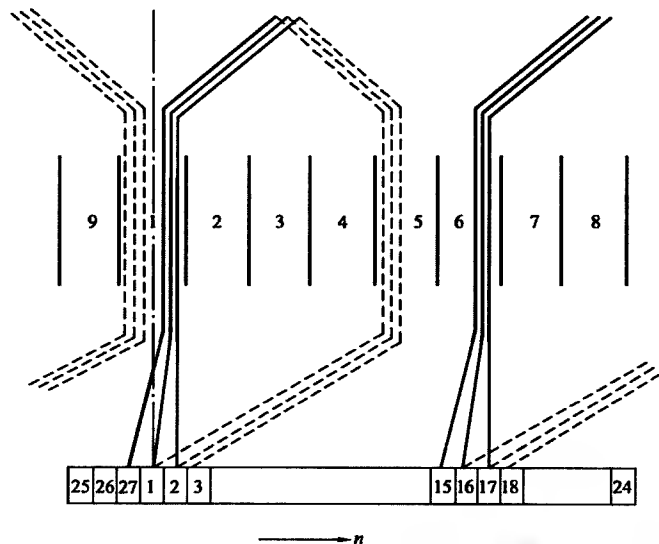

图 5-14 $\phi 56$ 冲片电动机转子绕组展开图
1. $\phi 56$ 冲片电动机转子绕组展开图 (见图 5-14)